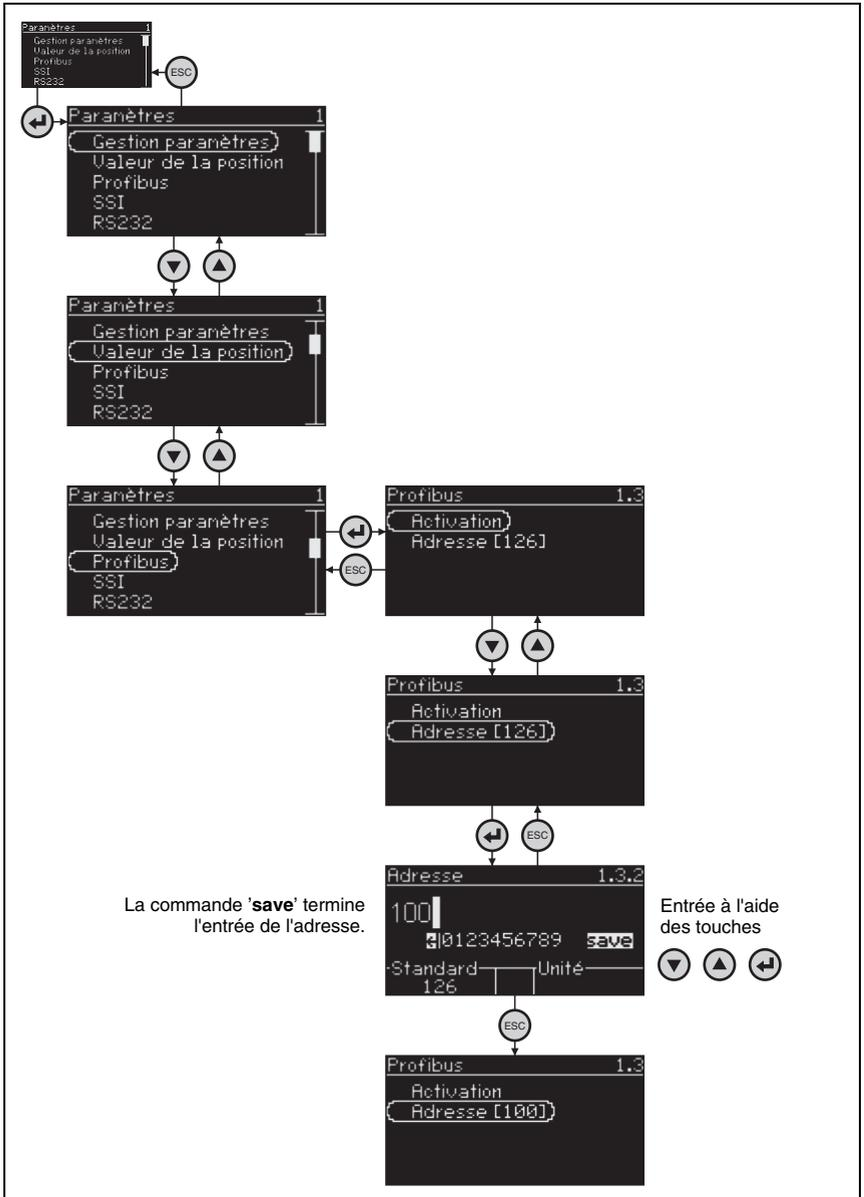

Fig. 8.3 : Réglage de l'adresse PROFIBUS
- ↵ *Sélectionnez le sous-menu **PROFIBUS** (figure 8.3).*
- ↵ *Sélectionnez la rubrique **Adresse []** (figure 8.3).*
- ↵ *Entrez l'adresse PROFIBUS du système laser de mesure entre 1 et 126 (par défaut : 126, figure 8.3).*